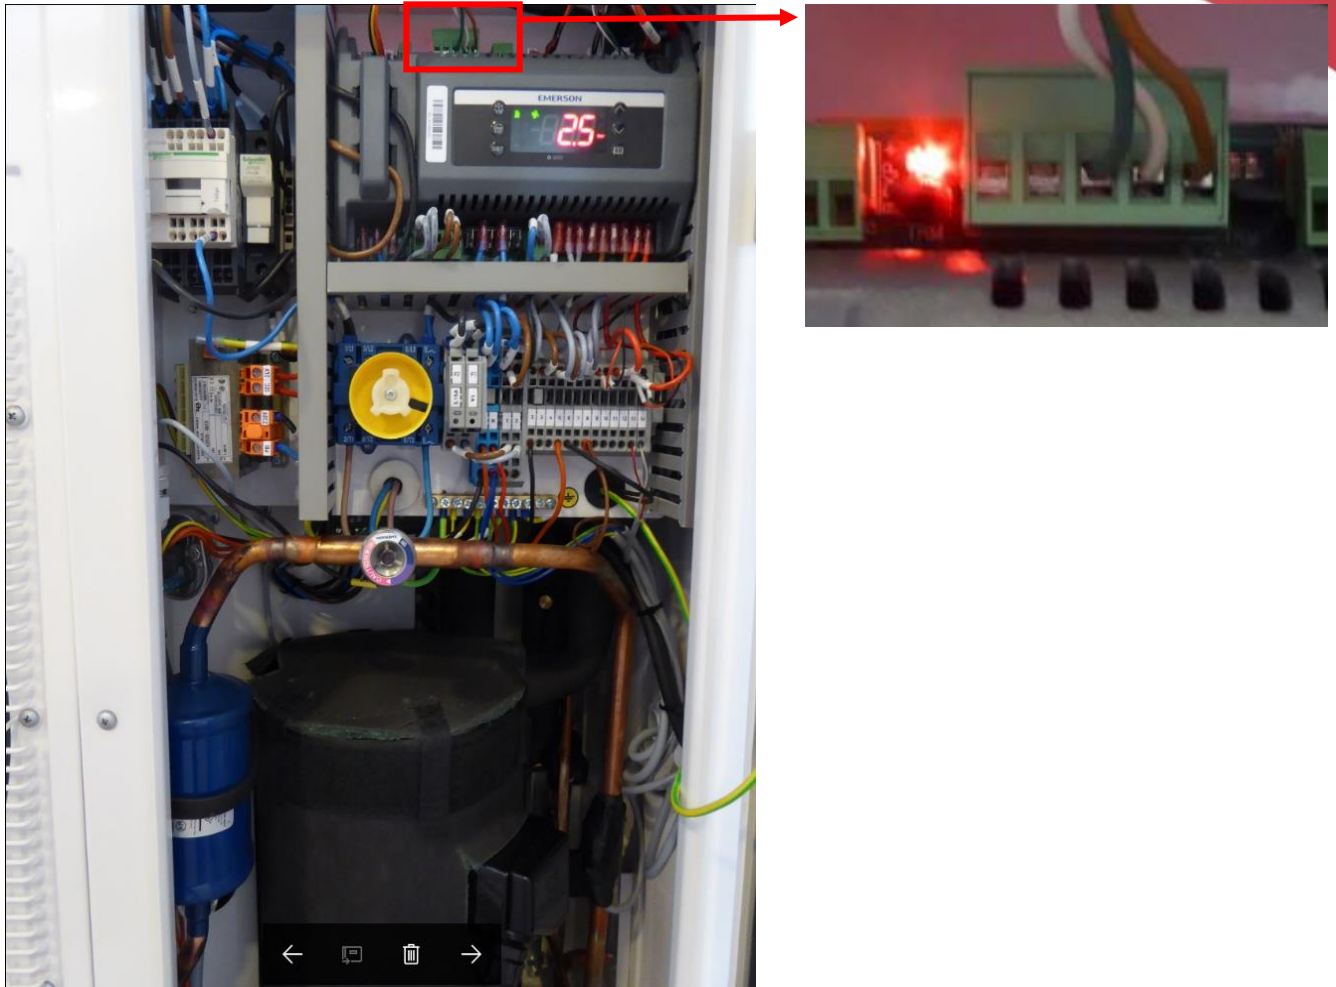

Figure 2 EazyCool Modbus connection on the top left side
- C. Anslut kabel för Modbus-kommunikation mellan Concom och styrenhet, se Figure 2 och avsnitt **Error! Reference source not found.**